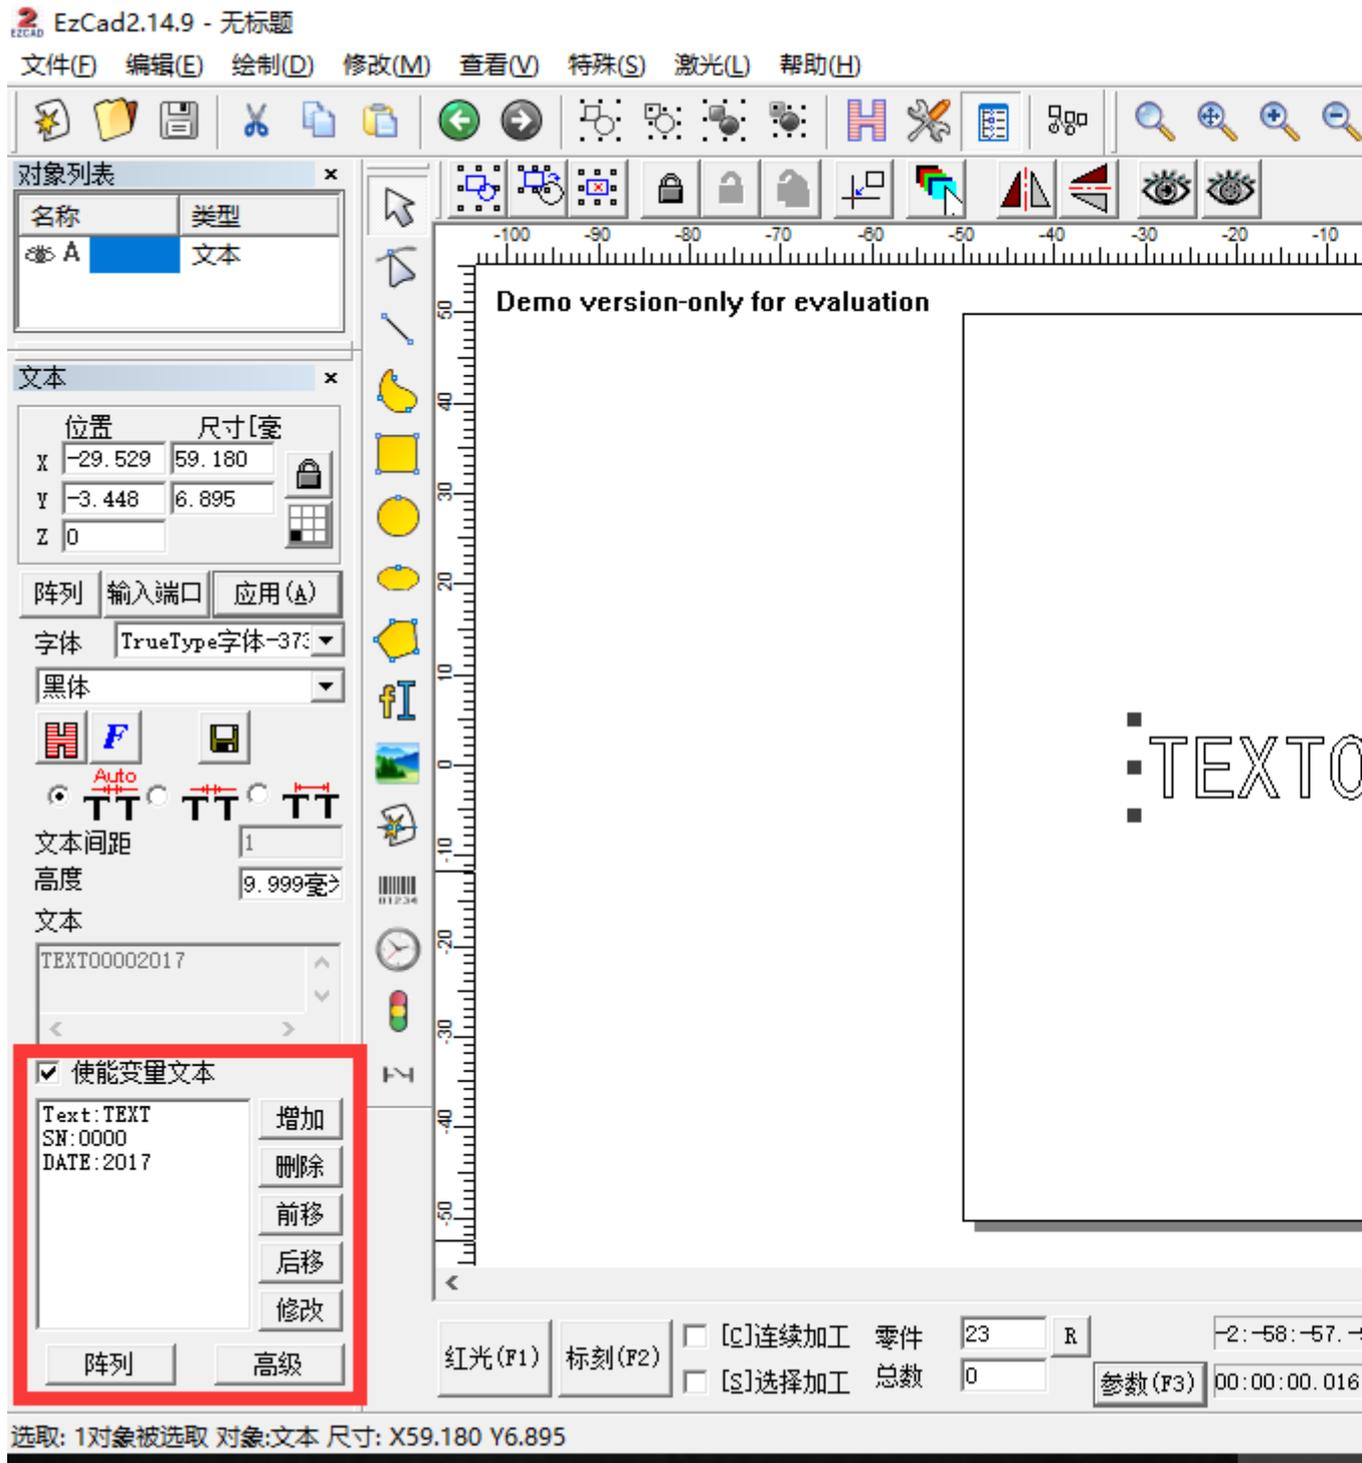

图 4-25
**前移**: 对之前所增加的项进行顺序调整。将所选中项向前优先一个位置。因为软件标刻顺序是按列表所述顺序来进行获取文本并加工。如图示例, 假设在这之前我们已经添加了三个功能项。增加顺序为**固定文本 (TEXT)**、**序列号 (0000)**、**日期 (2017)**。故文字顺序为 **TEXT00002017**。注意红色框内的列表顺序也是一一对应的。如图 4-25 所示: